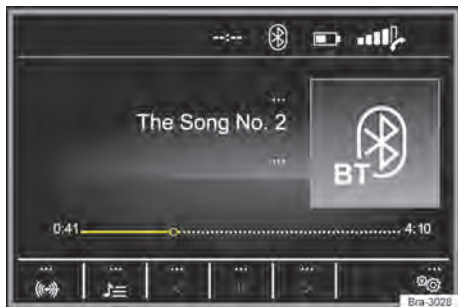

Fig. 129 Menu principal de mídia.
– Pressionar o botão **(MEDIA)** para abrir o menu principal **MEDIA** → Fig. 129.
As fontes de mídia que são reproduzidas atualmente são exibidas na superfície de função na parte inferior esquerda → Fig. 129.
Legenda da → Fig. 129 e → Fig. 130: